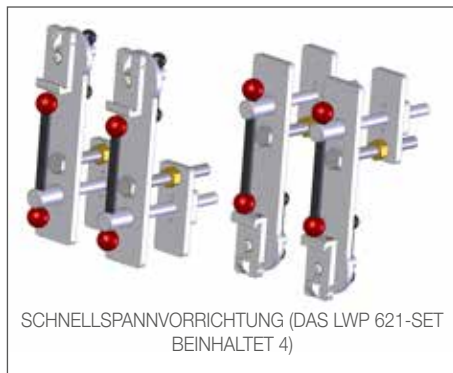

ABBILDUNG 1
**SCHNELLSPANNVORRICHTUNGEN (LWP 518)** werden für Wärmetauscherflansche eingesetzt, die eine stabile Oberfläche für die Klemmen aufweisen, oder wenn die Flanschbohrungen nicht zugänglich sind. Fluchten Sie die Klemmen auf der Oberseite des Flansch, damit ein maximaler Halt zwischen dem Flansch und den Klemmen besteht. (Abbildung 1)